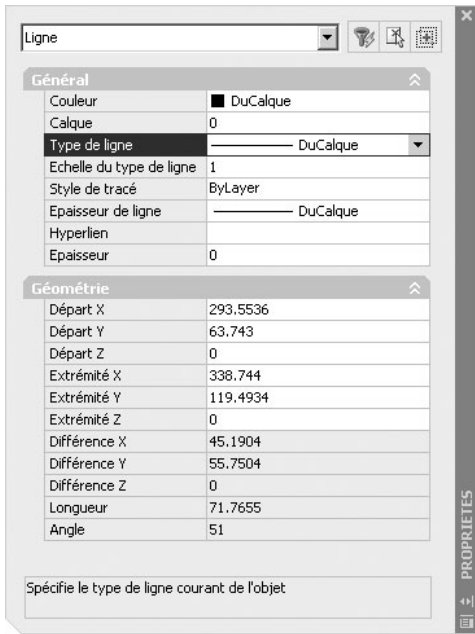

Fig.6.35
- 1 Exécuter la commande de modification de type de ligne à l'aide d'une des méthodes suivantes (fig.6.35) :